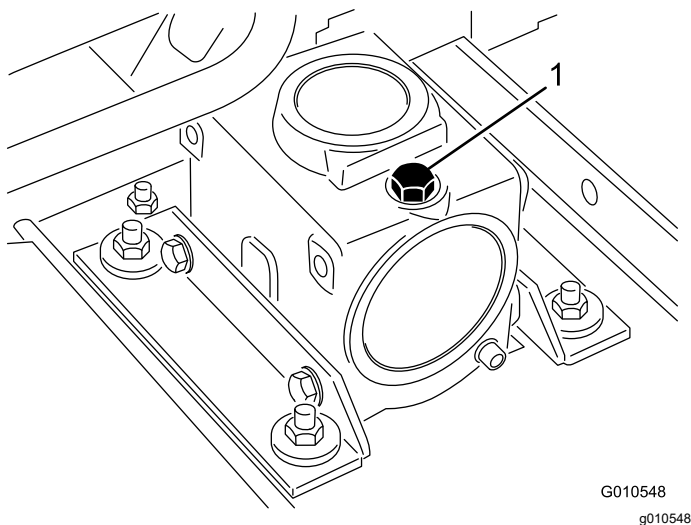

Figura 17
2. Rimuovete l'asta di livello/tappo di riempimento dalla parte superiore della scatola ingranaggi (Figura 17) e assicuratevi che il lubrificante sia compreso tra i segni sull'asta di livello. Se il lubrificante è insufficiente, rabboccatelo fino a raggiungere il livello compreso tra i segni.